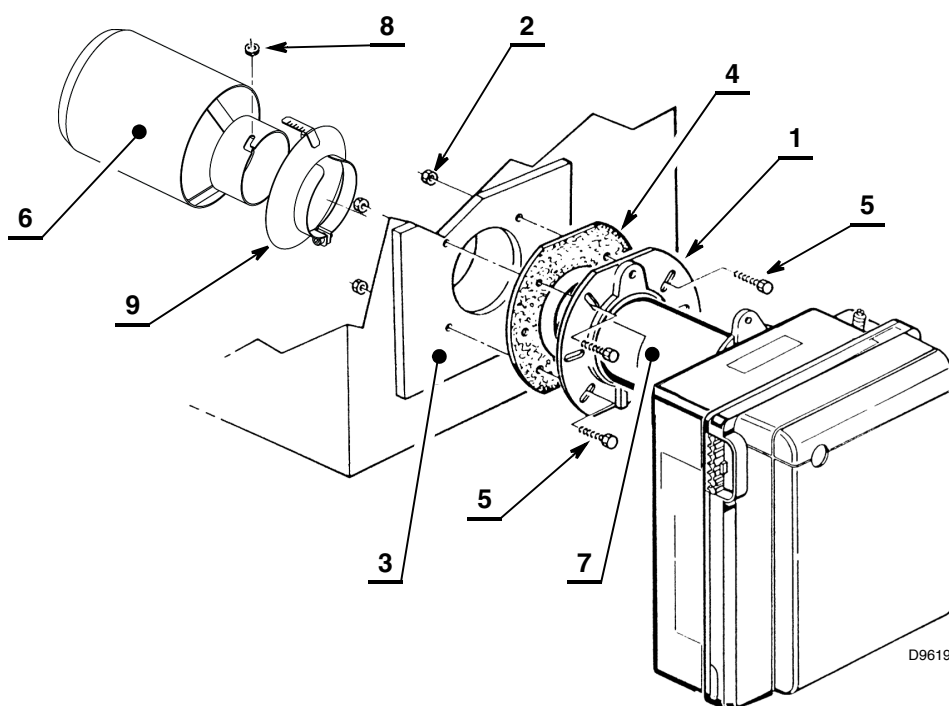

Fig. 7
- Fijar en la puerta de la caldera 3) (Fig. 7) la brida 1) con los tornillos 5) y (si es necesario) las tuercas 2) interponiendo la junta aislante 4);